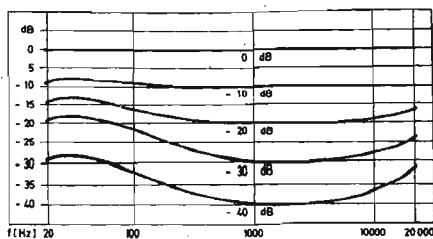

Fig. 5. — Courbe montrant l'efficacité du contrôle physiologique (en fonction de la puissance, 0 dB correspond à la puissance maximale).
- Efficacité de la correction physiologique : voir courbe en figure 5.